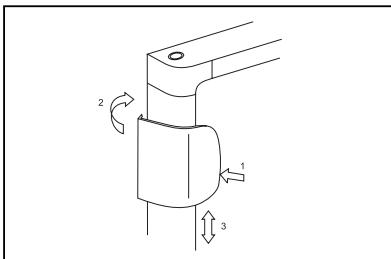

Abbildung 15.
10. Montage des Türgriffs (Abb. 15)